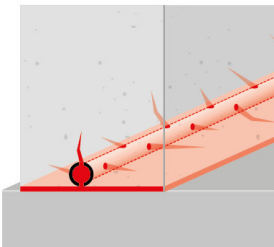

Abb. 1
- **WEBAC® Injektionsschlauch** möglichst mittig im Bauteil (Abb. 1) verlegen